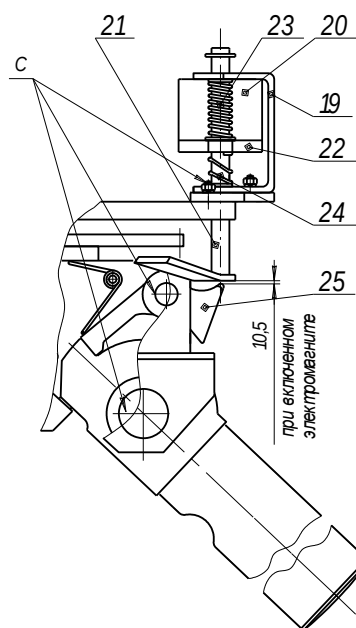

Рис.3
В модели «Бизант-5.3» агрегат турникета оснащается устройством «Антипаника» (см. рис. 3), которое состоит из каркаса (19) с закрепленным на нем электромагнитом (20), толкателя (21), якоря (22) и пружин (23 и 24). Толкатель представляет собой П-образную рамку, состоящую из двух направляющих и упора. Направляющие толкателя проходят через отверстия каркаса и якоря, обеспечивая, тем самым, возможность поступательного перемещения толкателя и якоря относительно электромагнита и друг относительно друга. Диапазоны перемещений толкателя относительно каркаса и якоря относительно толкателя ограничиваются упорными шайбами.